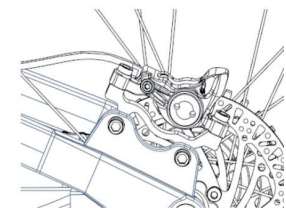
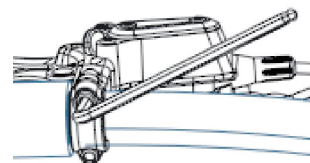

Figura 2-3 Dirección cúbica del grupo de discos
Figura 2-4 Montaje de la maneta del freno de disco
- ① Instale el adaptador de freno de disco delantero/trasero en los orificios de los tornillos de montaje (como se muestra en la Figura 2-3).
- ② Afloje los tornillos de fijación del cuerpo de la pinza del freno de disco para que el cuerpo de la pinza del freno de disco quede en una posición de ajuste fino y, a continuación, monte el adaptador en el cuadro.
- ① Asegure primero el asa de retención del disco.
- ② Apriete un tornillo hasta la mitad, luego apriete el otro tornillo y, por último, vuelva al tornillo original para apretarlo (como se muestra en la Figura 2-4).
- ③ ★Par de bloqueo de la maneta del freno de disco = 60 ~ 80 kgf·cm (52 ~ 69 lbf·in).
- ④ Sujete la maneta del freno de disco para mantenerla bajo presión y apriete los tornillos de fijación del cuerpo de la pinza de freno con las pastillas presionando contra el disco.
- ⑤ Accione varias veces la maneta del freno de disco para asegurarse de que el freno funciona con normalidad y de que no hay fugas de aceite.
- ⑥ ★Par de apriete del tornillo de fijación del convertidor = 70 ~ 90 kgf·cm (60,8 ~ 78,1 lbf·in).